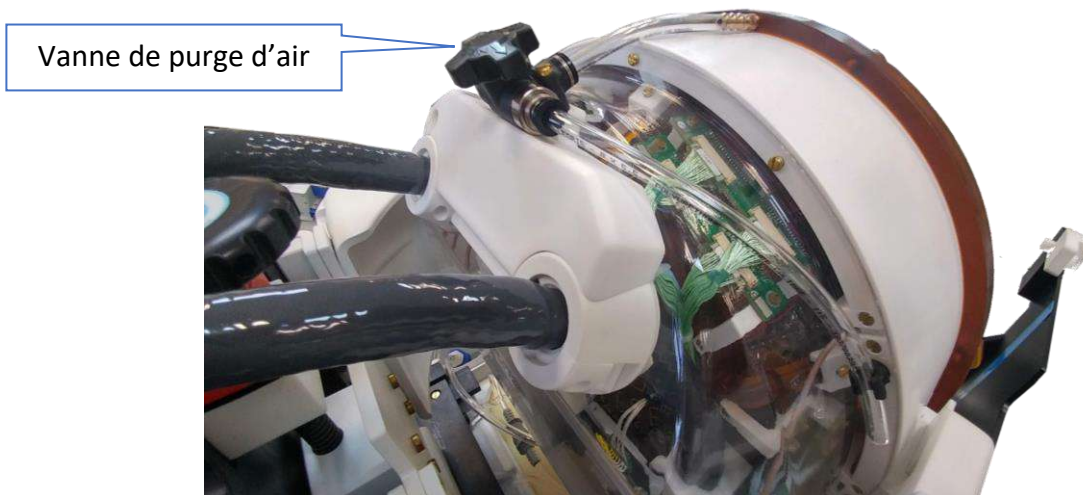

Figure 12-11 : Vanne de purge d'air (ouverte)
Étape 15. Vérifier que le transducteur est connecté au connecteur du système de distribution d'eau sur l'unité d'entrée (FE).
Étape 16. Ouvrir la vanne située sur le dessus du transducteur pour permettre à l'air de circuler pendant le remplissage de l'interface du transducteur avec de l'eau. Voir **Figure 12-11**.